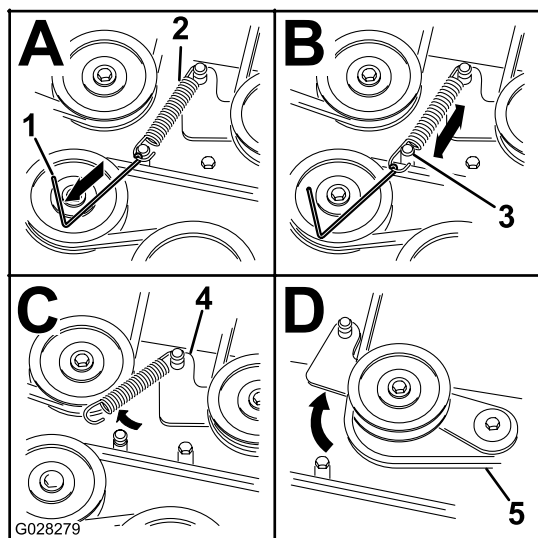

Figure 77
- À l'aide d'un outil de dépose de ressort (réf. Toro 92-5771), décrochez le ressort de l'ergot sur le plateau pour éliminer la tension sur la poulie de tension (Figure 77).
11. Acheminez la courroie neuve autour des poulies du plateau de coupe et de la poulie d'embrayage, sous le moteur (Figure 77).
12. À l'aide d'un outil de dépose de ressort (réf. Toro 92-5771), accrochez le ressort à l'ergot sur le plateau pour tendre la poulie de tension et la courroie de plateau de coupe (Figure 77).